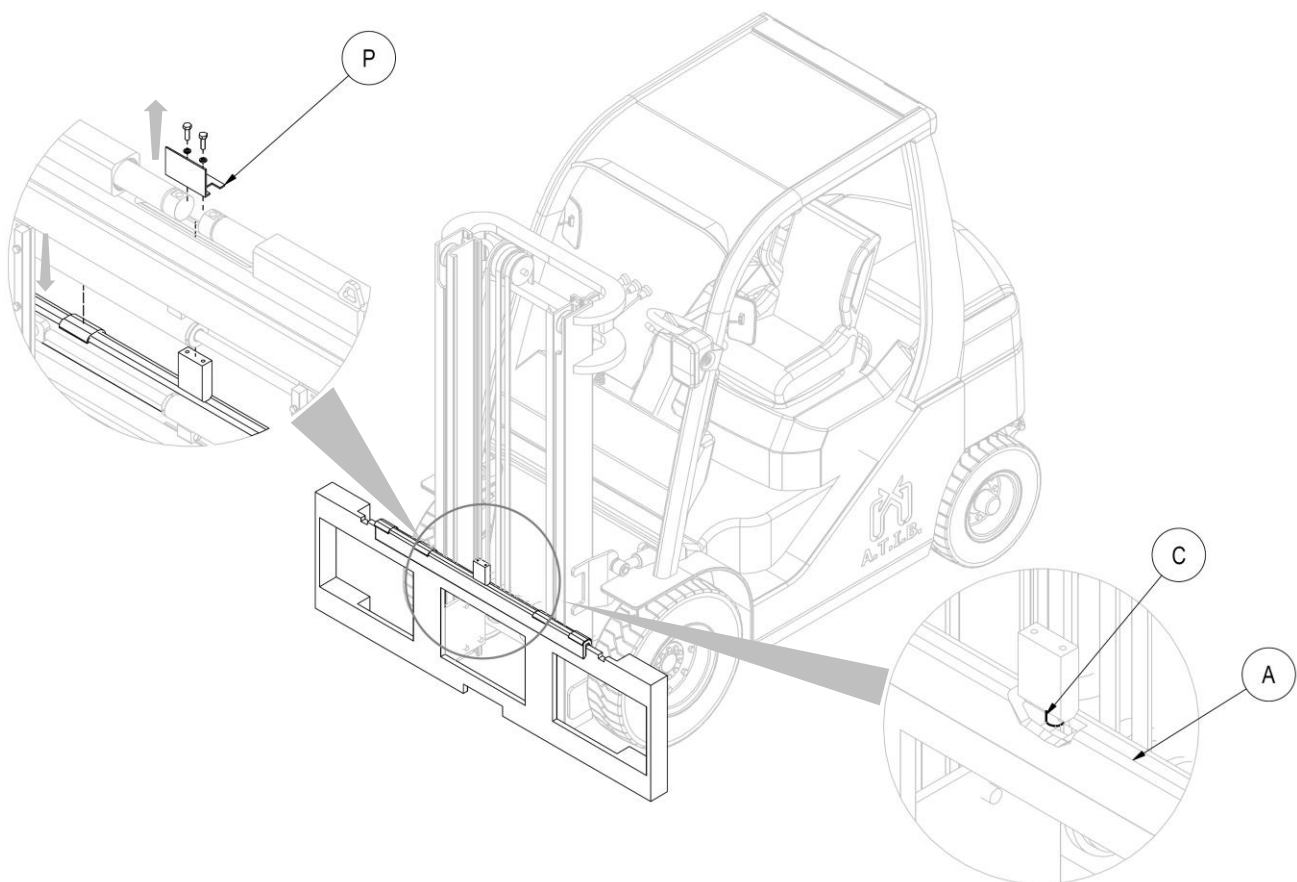

Figura 5
4. Prendere manualmente il doppio gancio **A** (con le relative bocche di scorrimento), dopo aver svitato le viti del "piegato di protezione" (**P**), e posizionarlo sul profilo superiore della piastra porta forche, avendo cura di incastrare il perno di centraggio **C** nella tacca centrale della stessa (vedi *Figura 5*).